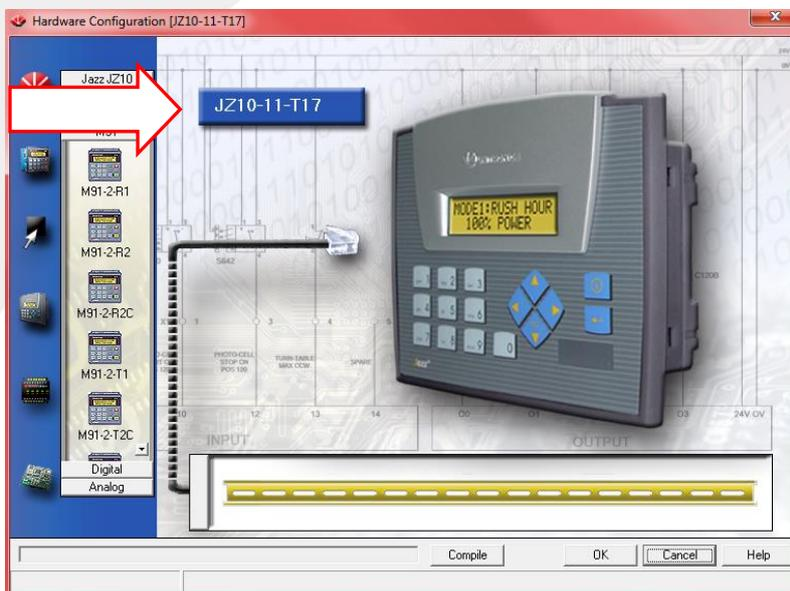

Figura 3
c) Clique no modelo conforme a seta da Figura 3.